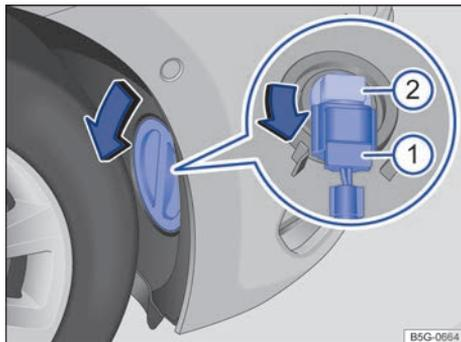

Fig. 167 En el guardabarros delantero derecho: cambio de lámpara en el faro.
- 3 Gire la tapa situada en el guardabarros en el sentido de la flecha y retírela → fig. 167.
- 4 Desbloquee el conector → fig. 167 ① y desáctelo.
- 5 Gire el portalámparas → fig. 167 ② en el sentido contrario al de las agujas del reloj, hasta el tope, y extraígalo junto con la lámpara hacia atrás.
- 8 Acople el conector → fig. 167 ① al portalámparas → fig. 167 ②. El conector debe encastrar de forma audible.
- 9 Coloque la tapa en el guardabarros → fig. 167 y bloquéela.